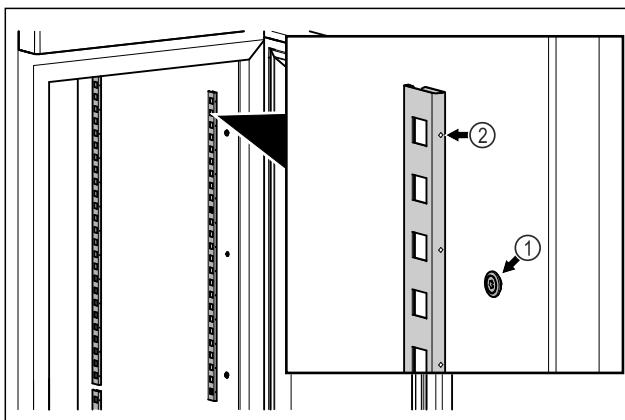

Fig. 58 Primjer izgleda
- Zakvačite letvice u ovjes Fig. 58 (1). Oznaka Fig. 58 (2) mora biti okrenuta prema naprijed.